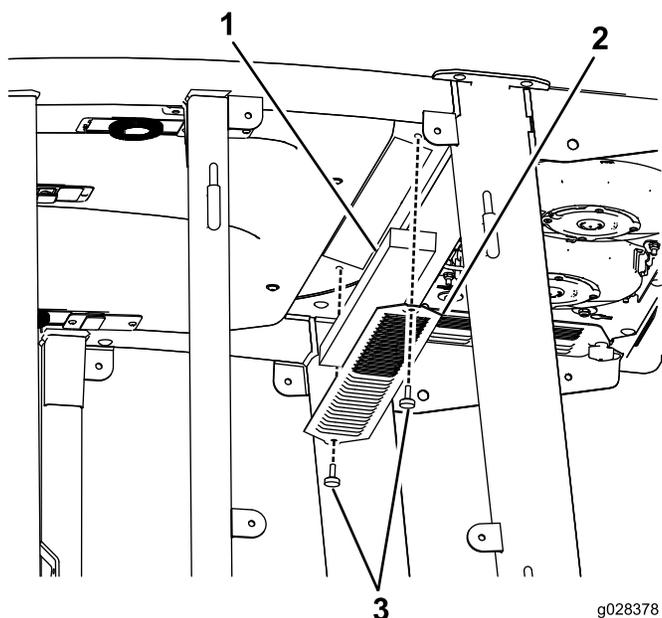
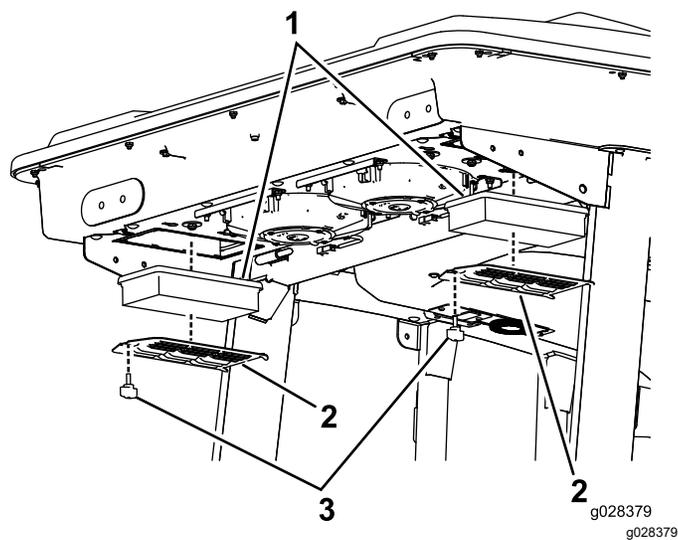

Рисунок 53
Рисунок 54
1. Выверните винты и снимите решетки у салонного и заднего воздушных фильтров кабины (Рисунок 53 и Рисунок 54).